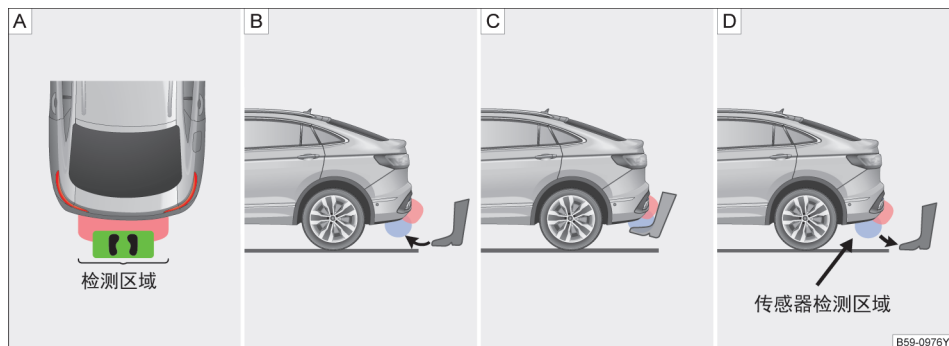

图 64 详细的脚踢步骤
- 1、站到后保险杠前中间位置的有效识别区域内→图 64 [A]
- 2、控制小腿快速踢向行李厢盖→图 64 [B]
- 3、小腿紧紧靠近后保处停止，并且不能触碰到后保→图 64 [C]
- 4、小腿停止后立即收回，并回到踢出位置→图 64 [D]